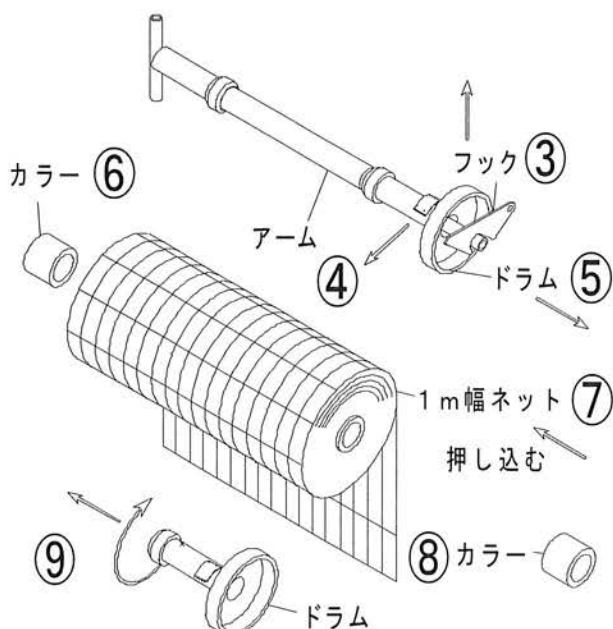

図1 (1mネットセット図)
4. ドラムにネット⑦を図1の巻き方で差し込む。
5. アームにカラー⑧を入れる。